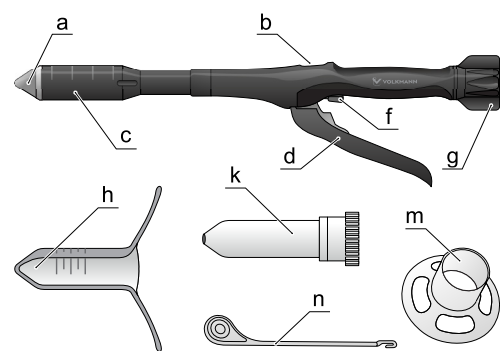

Рис. 1. Внешний вид сшивающего аппарата для геморроидопексии и лечения пролапса VOLKMANN:
2. Убедитесь, что кассета соответствует толщине ткани для прошивания (рис. 1. поз. 1);